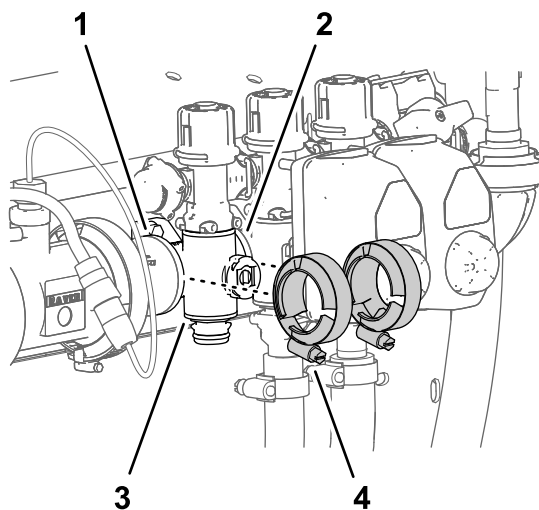

Figura 129
4. Montate, senza serrare, i morsetti flangiati rimossi in Rimozione della valvola del collettore della sezione \(pagina 89\) sulle flange del collettore della valvola della sezione e sulle flange dell'altra o delle altre valvole delle sezioni e/o dell'adattatore di accoppiamento (Figura 129).
7. Serrate i 2 morsetti flangiati manualmente (Figura 129).